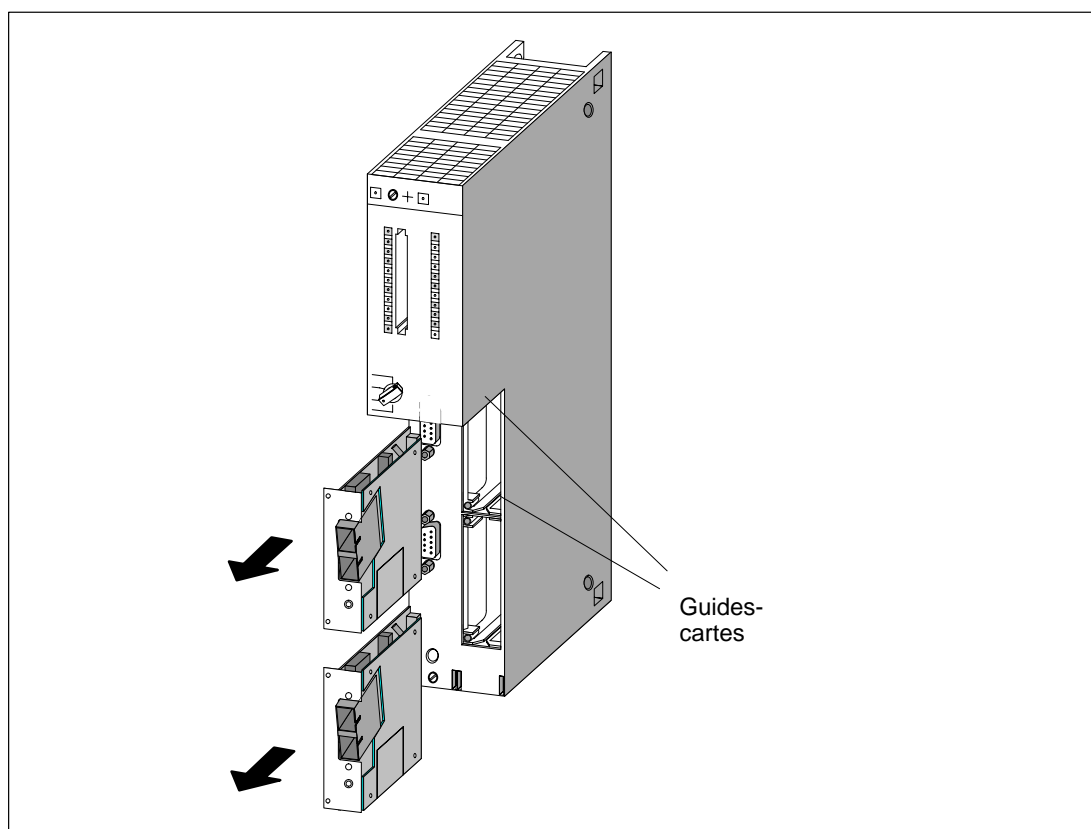

Figure 7-3 Débrochage de cartouches interfaces de la CPU
6. (voir la figure 7-3) en la tenant par les grands côtés de la plaque de façade.